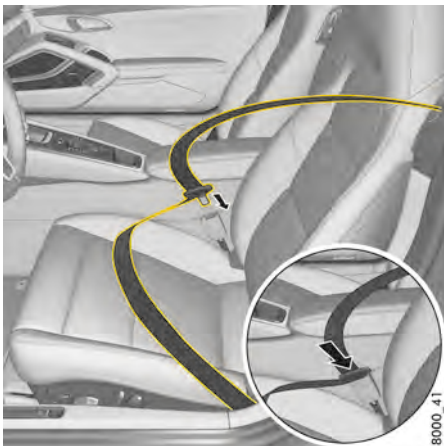

図 76: シートベルトを着用する
- 4 シートベルトのラッチは、着座しているシート側部のバックルにカチッと音がするまで確実に差し込んでください(図. 76)。